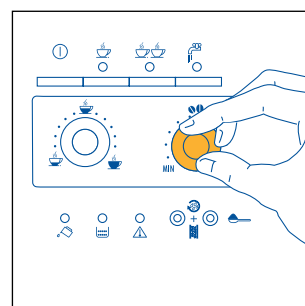
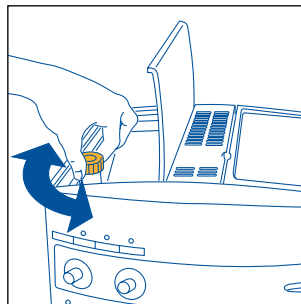

Fig.7
Fig. 17
- 2) Draai aan de rechterknop (fig. 7) om de smaak van de koffie te regelen. Hoe verder in wijzerzin wordt gedraaid, hoe meer koffiebonen worden gemalen en hoe sterker de koffie zal zijn. Wanneer het koffiezetapparaat nieuw is, moeten meerdere kopjes koffie worden gezet vooraleer de juiste stand van de knop wordt gevonden. Draai de knop niet te ver in wijzerzin, omdat de koffie anders te langzaam wordt afgegeven (druppels), vooral wanneer twee kopjes koffie worden gezet.
OPMERKING 1: : Indien de koffie druppelsgewijs of helemaal niet wordt afgegeven, dan wordt de regelknop van de maalgraad (fig. 17) even in wijzerzin gedraaid (zie par. 6). Draai een streepje per keer, tot de gewenste afgifte wordt bekomen.
OPMERKING 2: Indien koffie te snel wordt afgegeven en de crème niet geslaagd is, draai de rechterknop (fig.7) even in wijzerzin. Zet meerdere kopjes koffie, om de correcte positie van de knop te bepalen. Draai de knop niet te ver in wijzerzin, omdat de koffie anders te langzaam wordt afgegeven (druppels), vooral wanneer twee kopjes koffie worden gezet. Indien na enkele kopjes nog geen bevredigende crème wordt bekomen, wordt ook de regelknop van de maalgraad (fig. 17) een beetje tegen de wijzers van de klok in gedraaid (zie hoofdstuk 6).
Om dit te voorkomen, wordt de maalgraad aangepast met behulp van de relatieve regelknop (fig.17), die een beetje tegen de wijzers van de klok in wordt gedraaid zoals beschreven in hoofdstuk 6).
De koffiemaler hoeft niet te worden geregeld, tenminste niet in het begin, omdat dit reeds in de fabriek is gebeurd, met het oog op een correcte koffieafgifte. Indien u evenwel na de eerste 15-20 kopjes vaststelt dat de koffie te snel of te langzaam (druppelend) wordt afgegeven, moet de maalgraad worden geregeld aan de hand van de regelknop van de maalgraad (fig. 17). Wanneer deze knop even in wijzerzin wordt gedraaid (één cijfer), bekomt men een snellere koffieafgifte (niet druppelsgewijs).